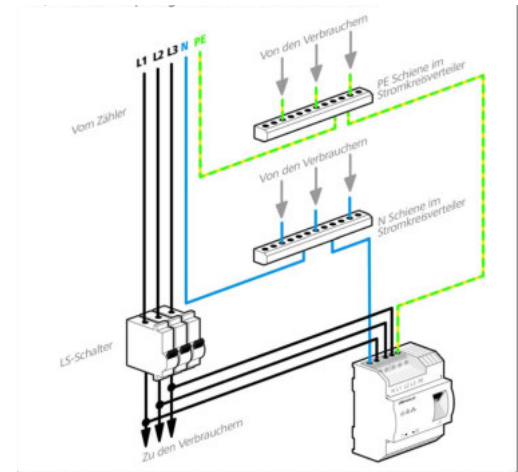

Abb. 5
- **Dreiphasiger Anschluss:** Neutralleiter und drei Außenleiter werden an die Klemmen **N**, **L1**, **L2** und **L3** angeschlossen. Die **Spannungsversorgung** des Gerätes erfolgt über die Klemmen **N** und **L1**. (siehe Abb. 5)